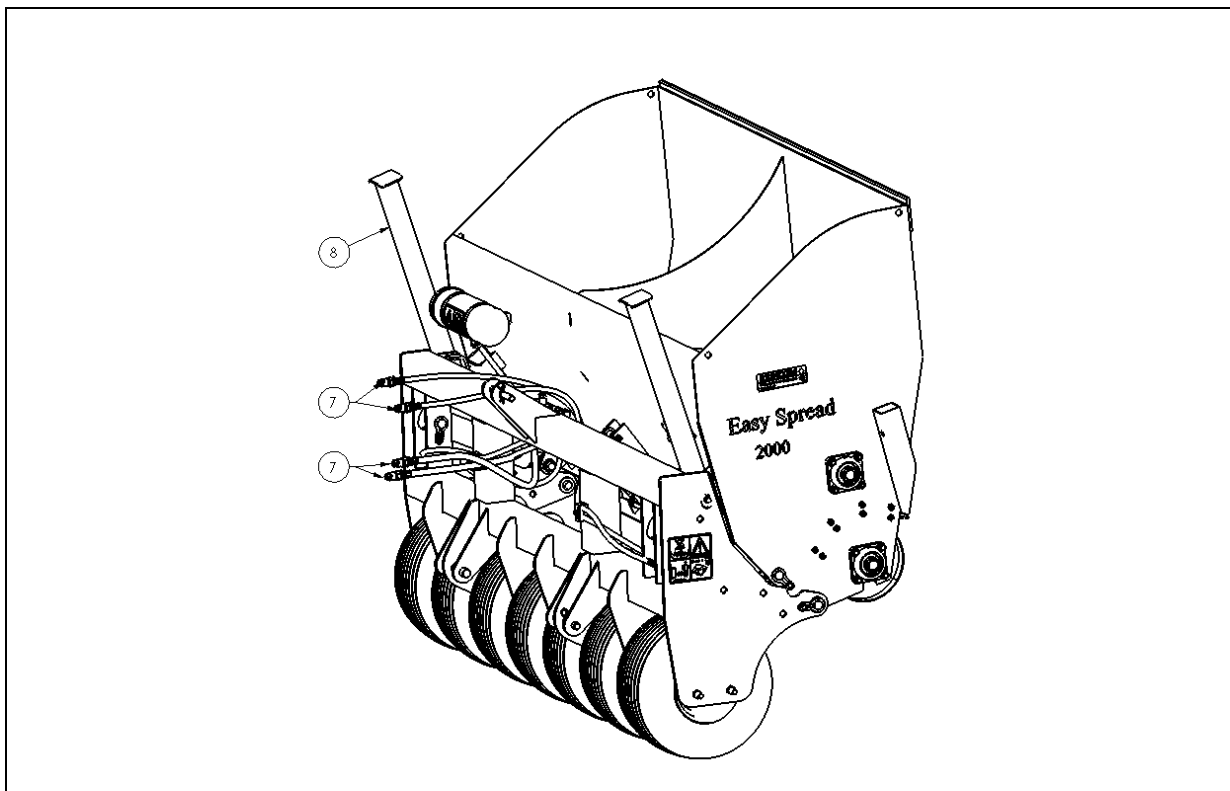

Fig. 8
2. Reculez précautionneusement le tracteur, afin que les bras de fixation inférieurs (5) puissent être reliés au châssis.
3. Reliez les bras de liaison bas (5) avec la liaison 3 points inférieure sur le châssis à l'aide des broches (3) et des goupilles de sécurité (1).
5. Montez le tube supérieur (6) de votre tracteur et tournez-le jusqu'à ce que celui-ci ait la même hauteur que la liaison supérieure 3 points de l'Easy Spread.
6. Reliez le tube supérieur (6) avec la broche (4) au châssis ; verrouillez cette broche avec la goupille de sécurité (2).
7. Vissez la tige supérieure (6) jusqu'à ce que les pieds de réglage (8) se libèrent.
8. Raccordez les tuyaux hydrauliques au tracteur (7). Veillez à ce que les tuyaux correspondants soient raccordés sur le même raccordement. Les tuyaux pour basculer le bac sur un raccordement sont les tuyaux les plus fins. Ceux pour le réglage du volume d'épandage sur l'autre raccordement sont les tuyaux les plus épais. (Fig. 8)
4. Retirez les pieds de réglage (8) et montez-les sur le châssis. (fig. 8)